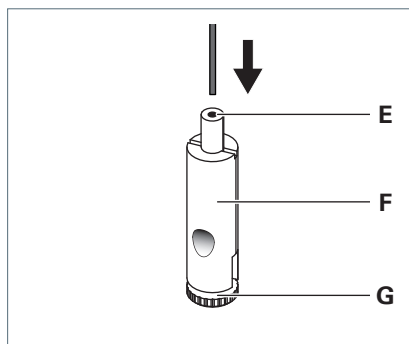

Fig. 8: Monter l'attache de câble.
- Faites passer le câble métallique à travers la douille de guidage **E** de l'attache de câble **F**, voir Fig. 8.